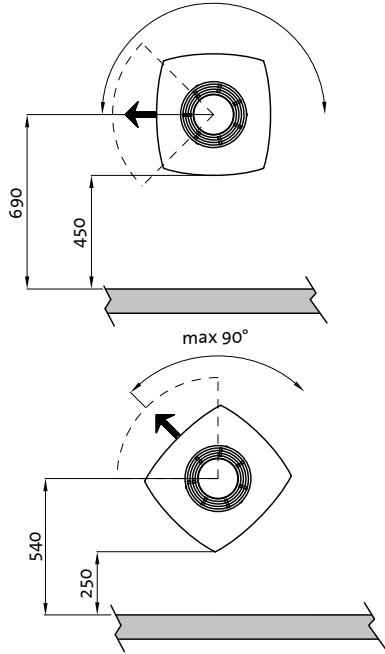

Fig.4
1. Met het bijgeleverde hitteschild wordt de vloer beschermd tegen de hitte die de haard produceert. Maak de plaat met de 4 schroeven vast, zoals wordt getoond in **afb. 4**.